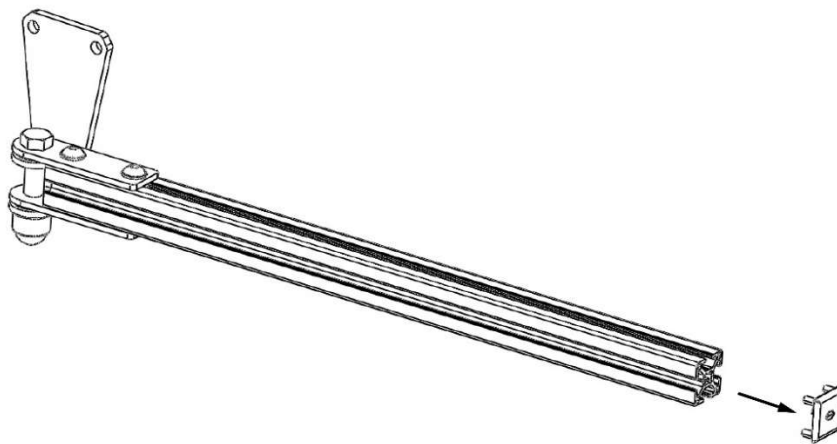

Figure 6
3. Entfernen Sie die Kunststoffabdeckung (Abbildung 6). Verwenden Sie ein Kunststoffwerkzeug.